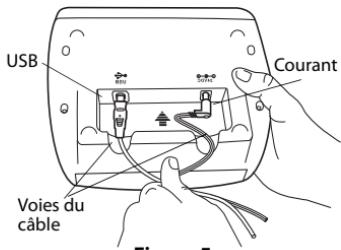

Figure 5
- 2 Branchez l'adaptateur de courant dans le connecteur de courant au bas de l'imprimante. (Figure 5)
- 4 Branchez le câble USB dans le port USB au bas de l'imprimante. (Figure 5)